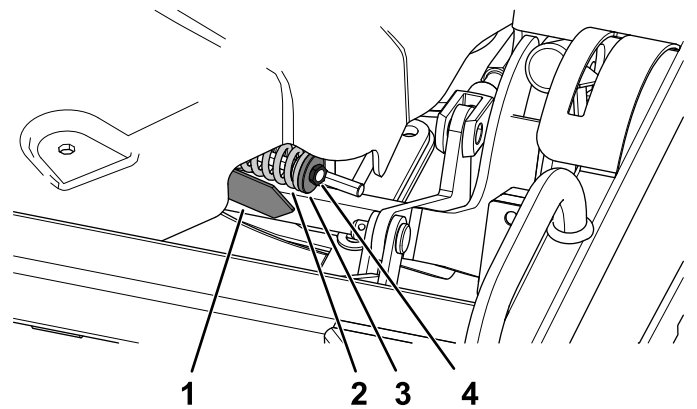

Bild 132
4. Lösen oder ziehen Sie die Klemmmutter an, bis der Pfeil der Spannungsanzeige mit der äußeren Kante der Scheibe ausgefluchtet ist (Bild 132).